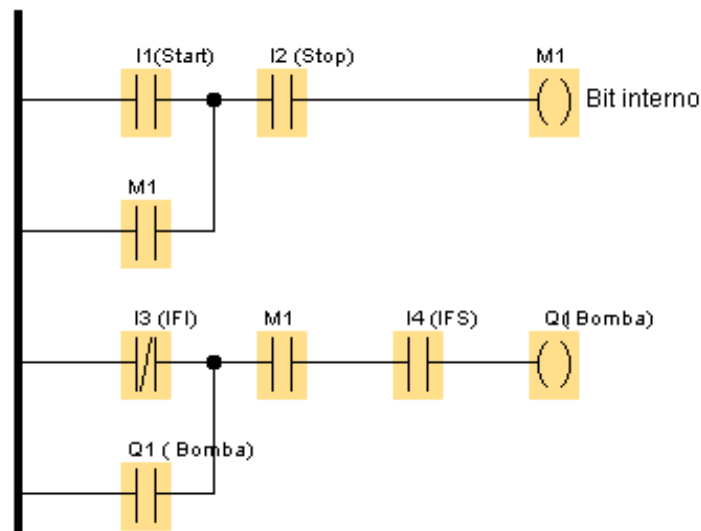
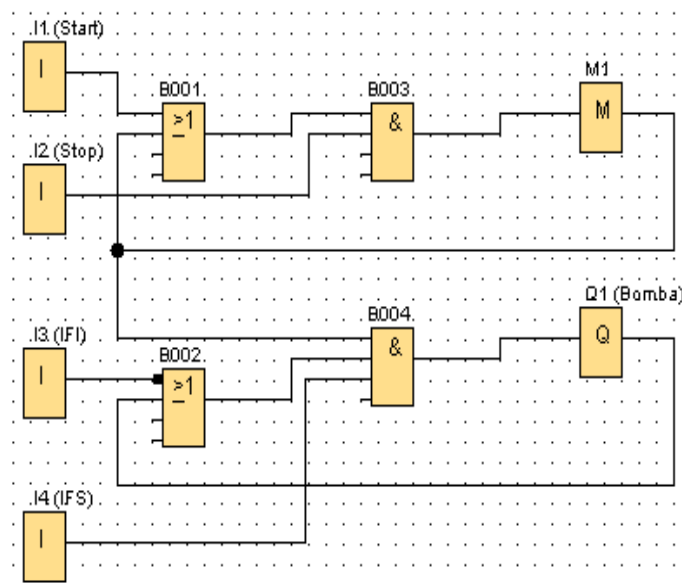

Figura 10. **solución en esquema de contactos del programa de control de llenado de tanque.**
Figura 11. **Diagrama de bloques de función para el programa de control de llenado de tanque.**
El LOGO! por defecto se programa en lenguaje de diagramas de bloques de función, pues es la única forma en que puede ser programado directamente con las teclas del panel de mando, sin embargo el LOGO!Soft Comfort ofrece la posibilidad de poder hacer el programa con esquemas de contactos cambiando las opciones del menú herramientas, aunque al visualizarlo en la pantalla integrada en el LOGO! se observe siempre como bloques de función. Por ello el programa se realizará utilizando el lenguaje por defecto, en la Figura 11 se muestra el mismo circuito de la Figura 10 hecho en diagrama de funciones lógicas.
En esta guía se realizará un tutorial para introducir el circuito de la Figura 11, siga los pasos que se muestran a continuación para simular y luego descargar la solución al módulo lógico LOGO!.
servirá únicamente para realizar alambrados en los bloques que están en el espacio de trabajo. Al acercar el cursor del mouse a un terminal de un componente como la I1 el terminal presenta un rectángulo azul, esto indica que puede conectar ese terminal a otro, de clic izquierdo en este terminal de origen y arrastre (sin soltar el botón del mouse) hasta la primera entrada del bloque OR superior (Ver Figura 11) donde aparecerá nuevamente el rectángulo azul seguido por un número 1, suelte el botón del mouse para finalizar la conexión.
13. Antes de hacer todas las demás conexiones por su cuenta observe en la Figura 11 el bloque OR inferior, verá que tiene un pequeño cuadrado negro en su entrada superior, esto indica que es una entrada negada, para negar esta entrada dé clic derecho sobre ella y del menú contextual que aparece seleccione la opción **Negar Conector**.
14. Realice todas las conexiones, teniendo presente que si requiere el movimiento de algún bloque o conexión puede usar la herramienta **selección**  del *Editor de diagramas* (Figura 7). El circuito final deberá verse como el de la Figura 11.